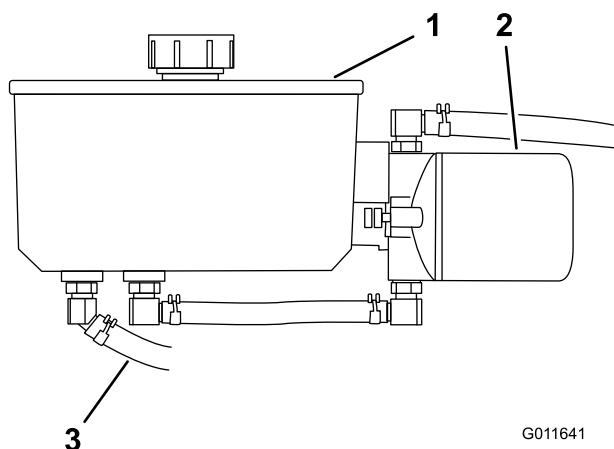

Figura 74
4. Individuate il flessibile idraulico anteriore sotto il serbatoio idraulico e collocate una bacinella di spurgo sotto il serbatoio (Figura 74).